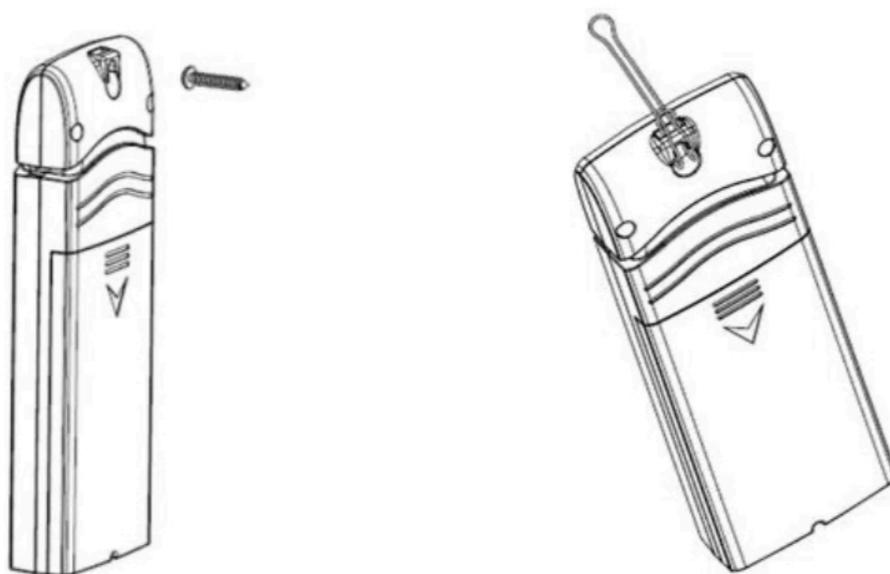

Figura 5: montaggio del sensore da interno
- Utilizzare una vite o un chiodo per fissare il sensore remoto alla parete, come mostrato sul lato sinistro della figura 5, o
- Appendere il sensore remoto utilizzando una corda, come mostrato nella parte destra della figura 5.